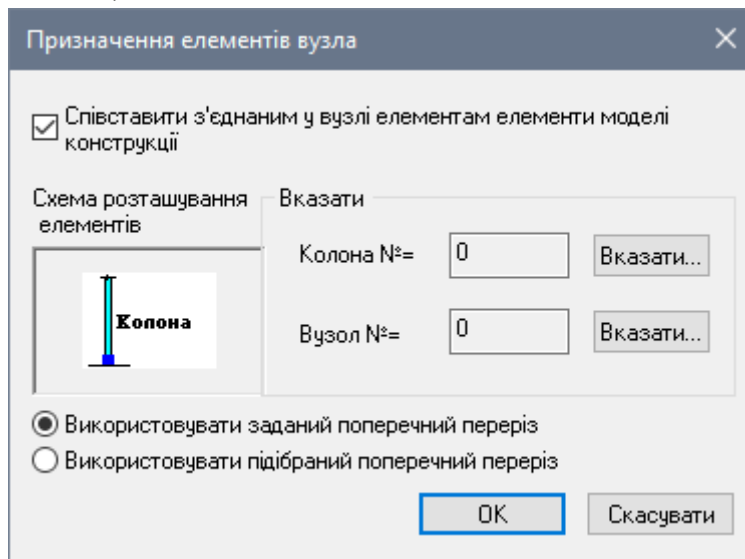

Рис. 12.31. Діалогове вікно **Призначення елементів вузла**
- В новому вікні **Призначення елементів вузла** (рис. 12.31) увімкніть радіо-кнопку **Використовувати заданий поперечний переріз**.